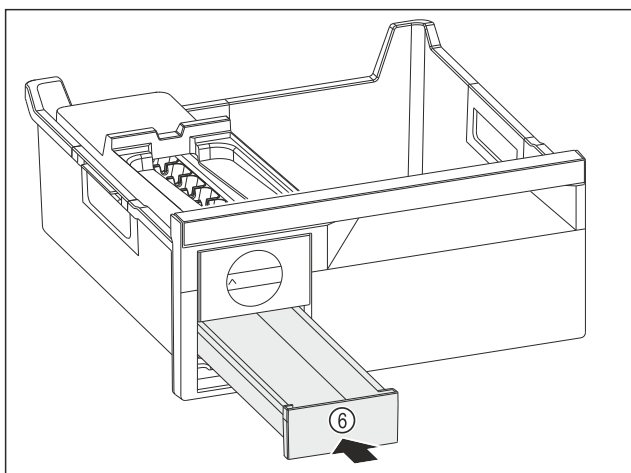

Fig. 135
- ▶ Wsunąć szufladę na kostki lodu Fig. 135 (6).